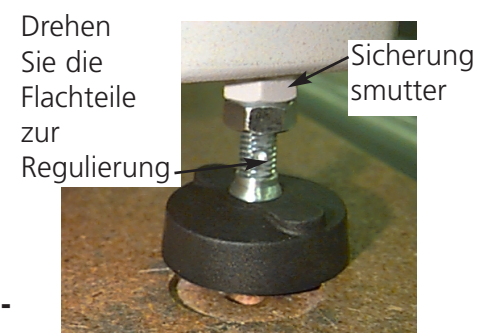

Abbildung 1-13b
4. Montieren Sie die 4 "Füße" an der Stickmaschine (siehe Abb. 1-13b). Drehen Sie den angegebenen Flachteil des Pfostens mit einem verstellbaren Schraubenschlüssel, um den Fuß an der Stickmaschine zu befestigen oder ihn zu entfernen.